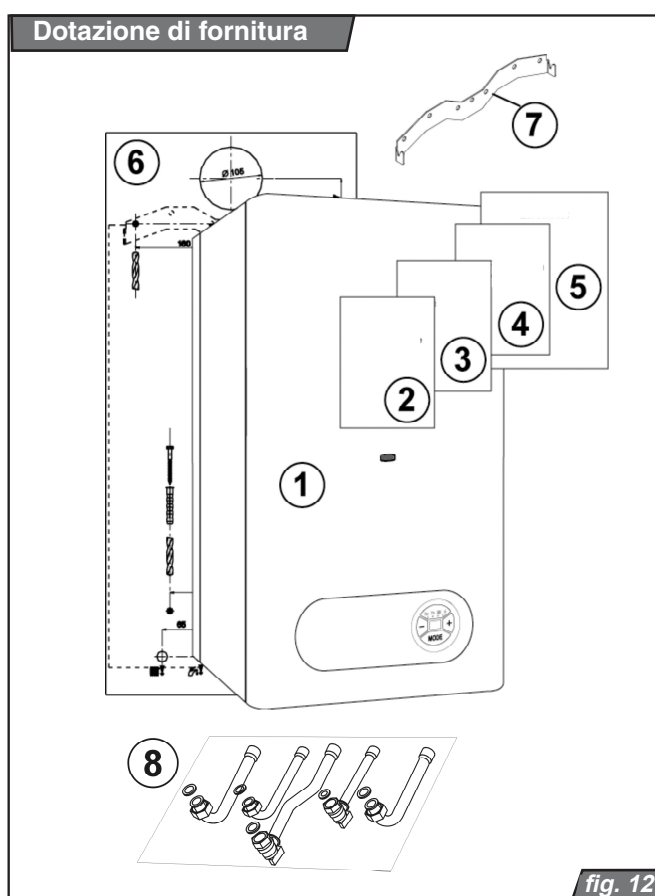

fig. 12
8. Set di collegamento 24KXVI17, (vedere fig.12)